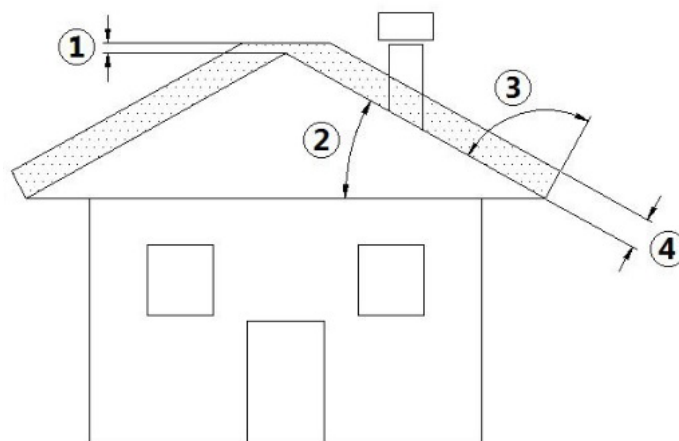

Fig. 2 - Toit en pente
LÉGENDE Fig. 2 à page 41
- La zone d'échappement dans l'atmosphère doit se trouver au-delà de la zone de reflux due à la forme du toit ou à des obstacles se trouvant à proximité (voir **Fig. 2 à page 41**).